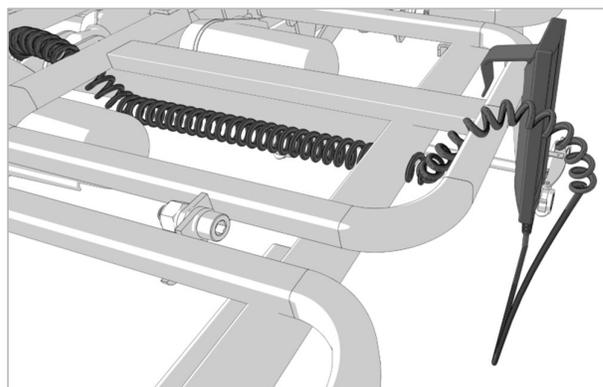

Figure 8.14
- La télécommande doit ensuite être passée vers le haut sur le côté du sommier pour maintenir le câble éloigné des mécanismes de levage, tel qu'indiqué sur la Figure 8.14.